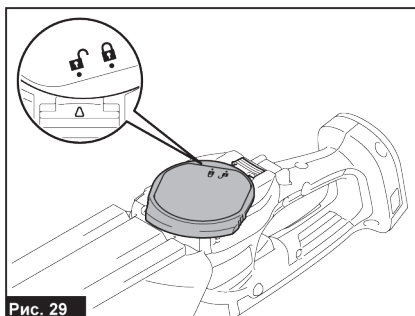

Рис. 29
8. Поместите нижнюю крышку так, чтобы значок был совмещен с отметкой на рычаге блокировки (рис. 29).